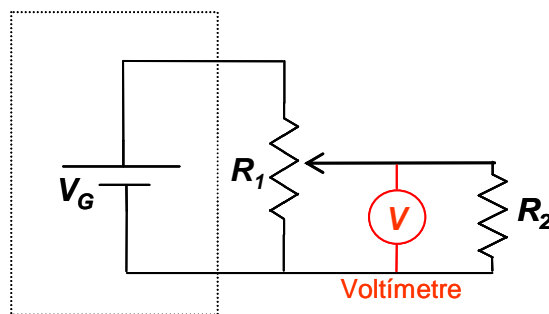

Figura 3.6. Circuit divisor de tensió.
1. Considera el circuit de la figura 3.6 sense el voltímetre, on escollim un potenciòmetre o resistència variable  $R_1 = 500 \Omega$  i  $V_G = 10V$ . Suposa que el contacte mòbil està just a la meitat de la resistència variable, de forma que entre el contacte mòbil i l'extrem fix superior hi ha  $250 \Omega$ , i entre el contacte mòbil i l'extrem fix interior hi ha també  $250 \Omega$ . a) Calcula la tensió  $V$  que mesurarà el voltímetre si  $R_2 = 47 k\Omega$ . b) Calcula-ho un altre cop si  $R_2 = 220 \Omega$ .
Munteu el circuit de la figura 3.6 amb una resistència variable (potenciòmetre)  $R_1 = 500 \Omega$ , una resistència fixa  $R_2 = 47 \text{ k}\Omega$  i la font ajustada a 10 V i 50 mA de corrent límit. Comproveu amb l'òhmmetre que entre els terminals fixes de la resistència variable hi ha aproximadament 500  $\Omega$ . Verifiqueu que al moure el cursor, la tensió mesurada amb el voltímetre varia entre 10 V i 0 V. Ajusteu el cursor fins que la tensió sigui 5 V. Apagueu la font i canvieu la resistència  $R_2$  per una de 220  $\Omega$ . Engageu la font i mesureu la tensió.